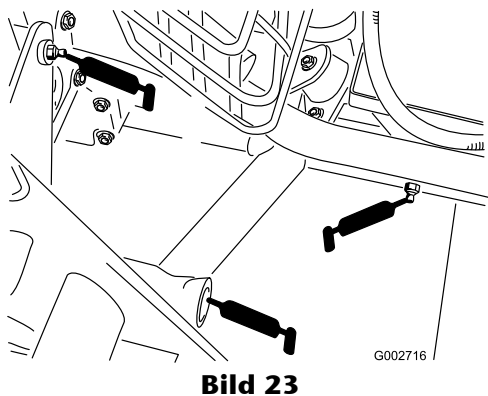

Bild 23
- Hintere Anbauvorrichtung (5) (Bild 23)